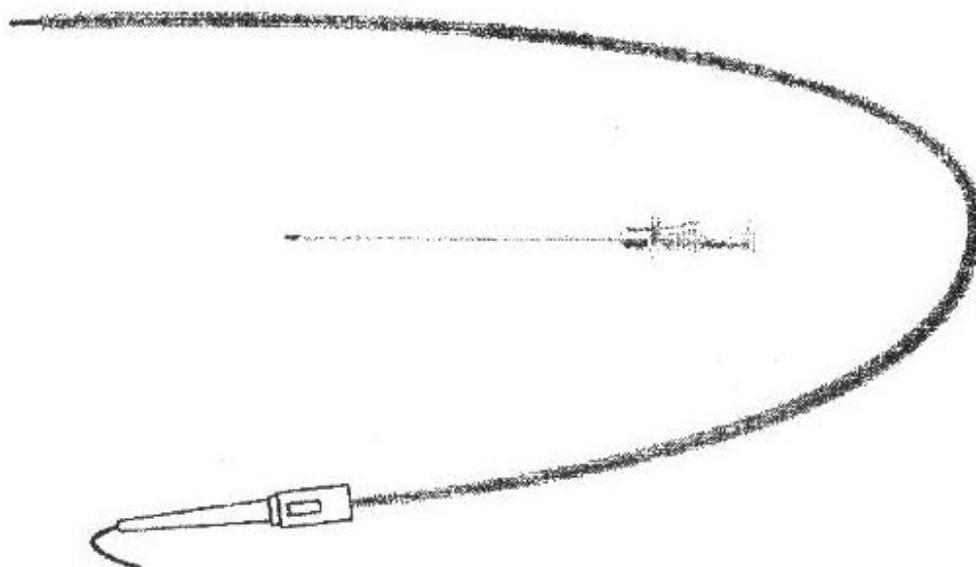

Рисунок 3
- мандрен 0,038" x 45 см (рис. 3)
- игла для пункции 18G x 7 см (рис. 3)